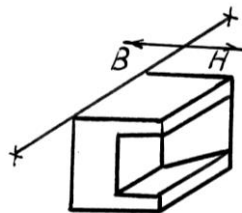
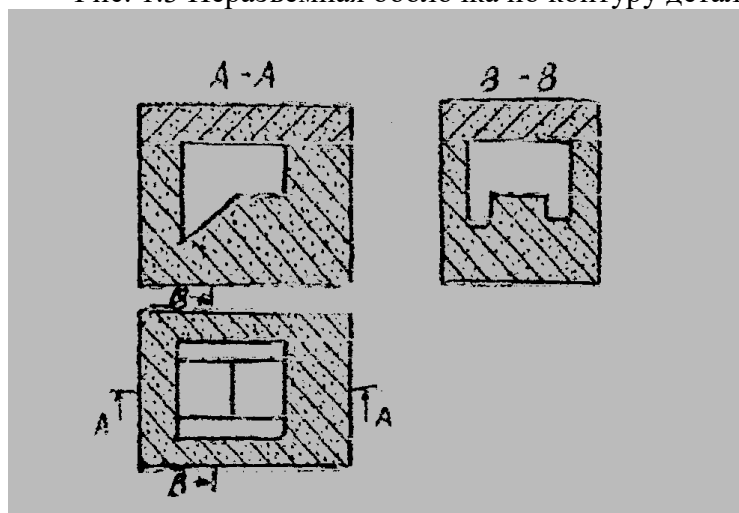

Рис. 1.2 Объемное изображение детали
Рис. 1,4 Форма в сборе (упрощенный вариант)
2. пространственное изображение детали в аксонометрии или диметрии (рис.1,2);
4. выбрать и показать возможные плоскости разъема модели на чертеже детали (на рис. 1,1 показана плоскость разъема I, а на рис. 1.2 плоскость разъема II) и ее пространственное изображение, изобразив их условными элементами в соответствии с ГОСТ 3.1125 – 88 по выполнению элементов литейных форм. Обосновать рациональную плоскость разъема, сравнив несколько возможных вариантов плоскостей разъема между собой, показав наиболее важные преимущества выбранной плоскости разъема детали.